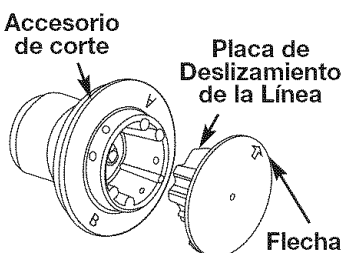

Fig. 11
3. Reinstale la placa de deslizamiento (Fig. 11).